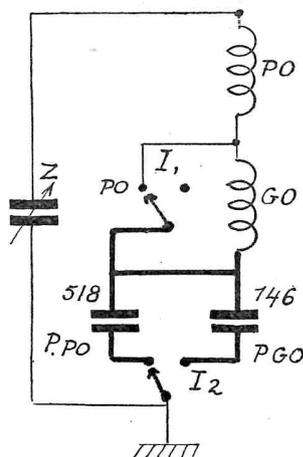
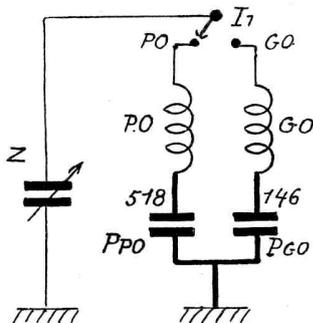

Fig. 5.
Fig. 6
c) *Bobinages en série, paddings en parallèle* (figure 5). — La commutation des bobines se fait comme précédemment : les paddings PO et GO ont respectivement 518 et 146 micromicrofa-
d) *Bobinages séparés, paddings indépendants* (figure 6). — Cette combinaison a les mêmes particularités que celle de la figure 5. Cependant, il n'y a, dans ce cas, qu'un seul inverseur. On doit ajouter, cependant, que cette combinaison nécessitera plus de fil pour l'exécution des bobines.